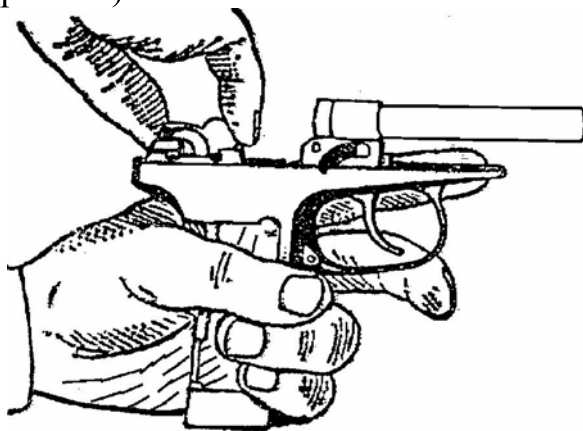

Рис. 10. Отделение курка от рамки.
3. Отделить курок от рамки. Удерживая рамку в левой руке и повернув спусковой крючок в крайнее переднее положение, указательным и большим пальцами правой руки повернуть курок вперед до совпадения лысок на его цапфах с прорезями на цапфенных гнездах в рамке, сдвинуть курок в сторону ствола и вынуть его (рис. 10).